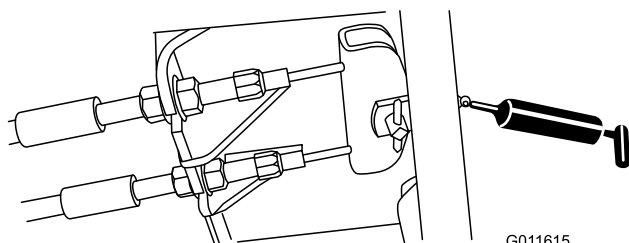

Figura 58
- Pedal de freno (1) (Figura 58)